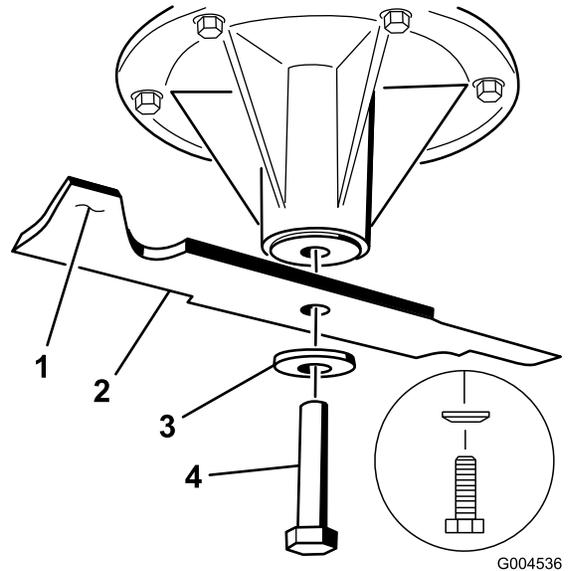
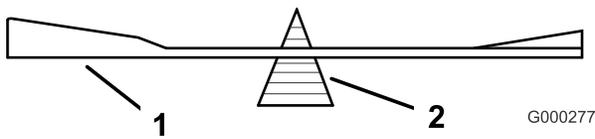

Figure 86
Figure 88
2. Enlevez de l'axe, le boulon, la rondelle bombée et la lame (Figure 86).
2. Vérifiez l'équilibre de la lame en la plaçant sur un équilibreur (Figure 88). Si la lame reste horizontale, elle est équilibrée et peut être utilisée. Si la lame est déséquilibrée, limez un peu l'extrémité de la partie relevée seulement (Figure 86). Répétez cette procédure jusqu'à ce que la lame soit équilibrée.